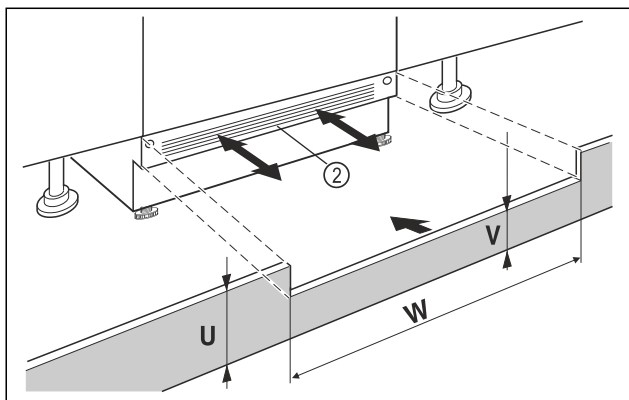

Fig. 96 Példaként szolgáló ábrázolás
- ▶ Helyezze fel a készülék lábazati takarólemezt Fig. 96 (2), de még ne rögzítse.
- ▶ Ha látható a lábazati takarólemez Fig. 96 (2), akkor annyira húzza előre, hogy a szellőzőrács elülső szélé és a szekrény lábazati lemeze egy síkba kerüljön.
- ▶ Ha a lábazati takarólemez Fig. 96 (2) el van fedve, akkor tolja teljesen hátra.
- ▶ Ügyeljen arra, hogy a szellőzőnyílások teljesen szabadok legyenek: Szükség esetén vágja méretre a szekrény lábazati takarólemeznének Fig. 96 (U) magasságát!
- ▶ Igazítsa be a kiálló rész magasságát Fig. 96 (V) a fülke szélében Fig. 96 (W) a készülék lábazati takarólemeze Fig. 96 (2) alatt.